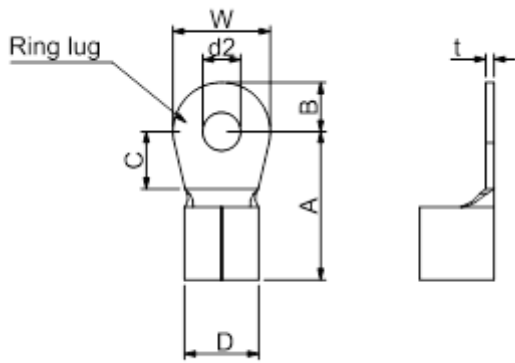
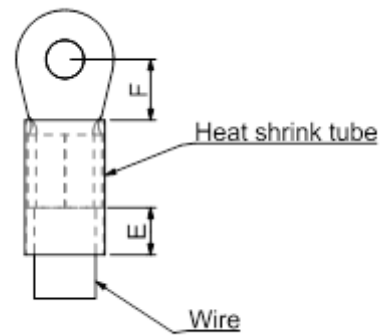

图 5-6
图 5-7
- 主回路端子接线使用环状端子，规格请见图 5-6 与图 5-7，其他接线方式则须符合当地国家相关规定。
- 在把电线压接至符合 UL 认证的环状端子后，才能在电线套上也是符合 UL 和 CSA 认证的绝缘热缩套管 (能耐至少 600 VAC, YDPU2/8)，绝缘热缩套管的规格请见图 5-7。